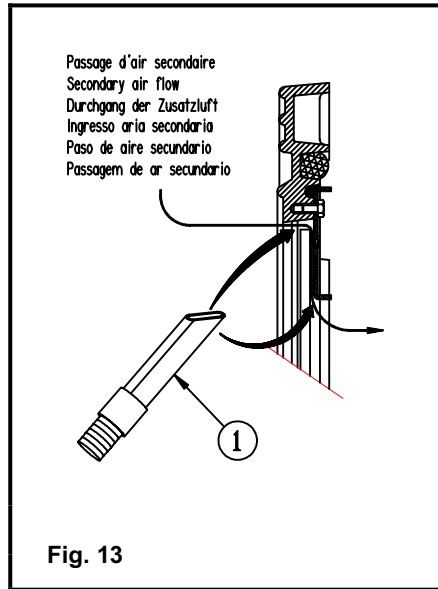

Fig. 13
- Enlever à l'aspirateur ① les particules et poussières qui sont coincées entre le guide d'air et le verre. Si nécessaire glisser une fine lame ou une feuille de carton rigide ② entre le guide d'air et la vitre (Fig. 13) pour faciliter le nettoyage (déblocage des particules).